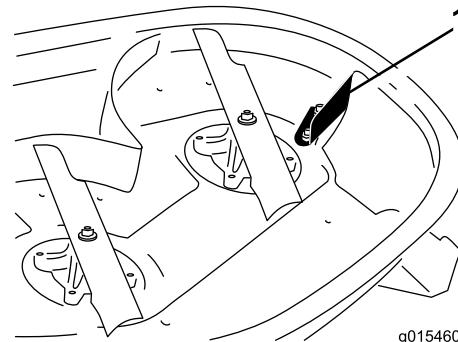

Bild 1
4. Einige Modelle haben ein Versatzablenklech in der Nähe der Auswurföffnung (Bild 1). Nehmen Sie das Ablenklech ab, wenn es vorhanden ist. Bewahren Sie die Teile für eine spätere Verwendung auf.